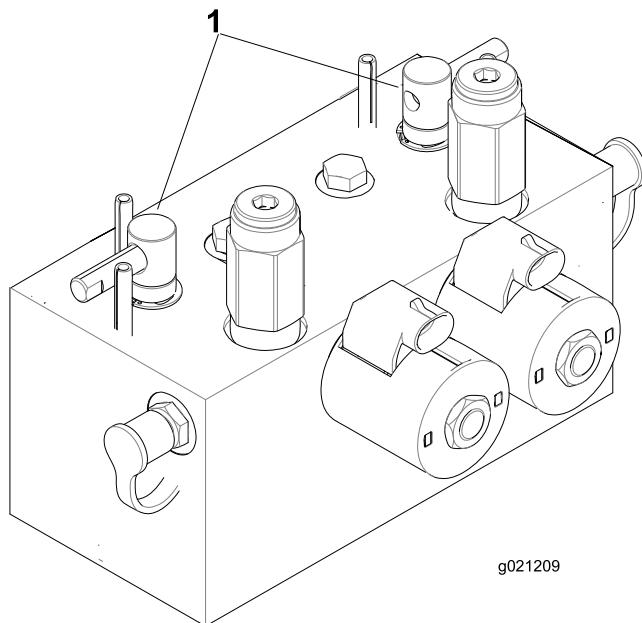

Рисунок 77
2. Разблокируйте и поднимите сиденье для доступа к рычагам обратного вращения (заточки) (Рисунок 77).
5. Выберите передний, задний или оба рычага обратного вращения, чтобы определить, заточку каких режущих блоков необходимо произвести (Рисунок 77).